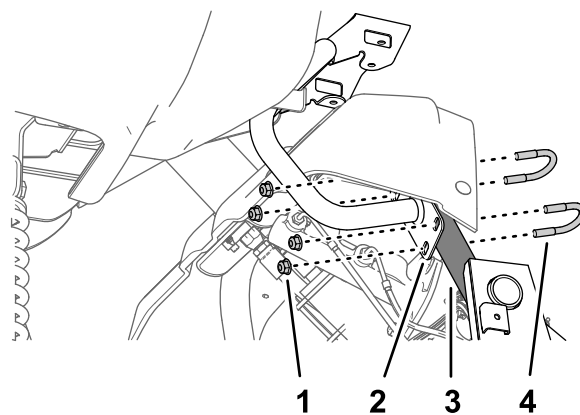

図 164
3. モニタマウントのプレートを車両のシャーシのサポートチューブに取り付ける図 164 Uボルト 2本とフランジロックナット 5/16" 4 個を使用する。